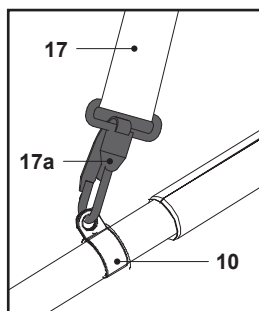

Rys. 5
1. Ułożyć uprząż (17) w taki sposób, aby przebiegała po lewym ramieniu, przecinając klatkę piersiową i plecy. Klamra mocująca (17a) musi znajdować się na prawym biodrze. System szybkiego wypinania (17b) musi znajdować się z przodu (rys. 5).